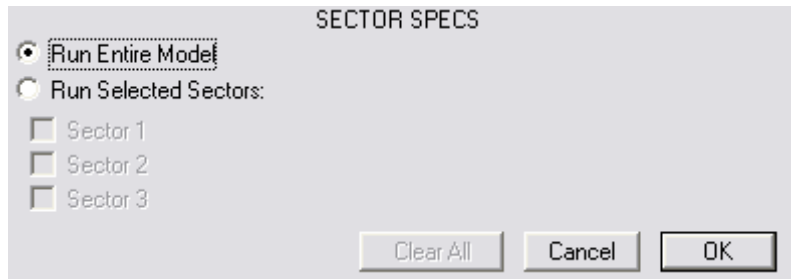

Рис.2.12
**Sector Specs** – данный пункт меню позволяет выбрать те сектора, которые вы хотите запустить. Внешний вид диалогового окна показан на Рис.2.12.
Как показано на Рис.2.12, в диалоговом окне присутствует два переключателя. Первый переключатель **Run Entire Model** подразумевает, что вы хотите запустить все элементы модели. Второй переключатель **Run Selected Sectors** активизирует флажки, выбор которых обеспечивает запуск только отдельных секторов. Кнопка **Clear All** очищает все отмеченные флажки.